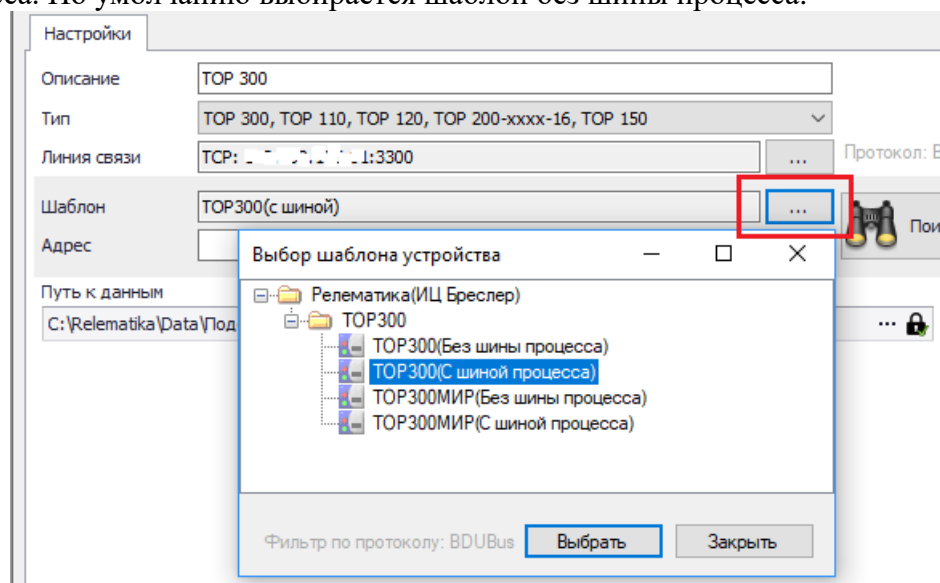

Рисунок 5.73 – Выбор шаблона устройства
- выбрать шаблон устройства (рисунок 5.73) в зависимости от наличия в устройстве шины процесса. По умолчанию выбирается шаблон без шины процесса.